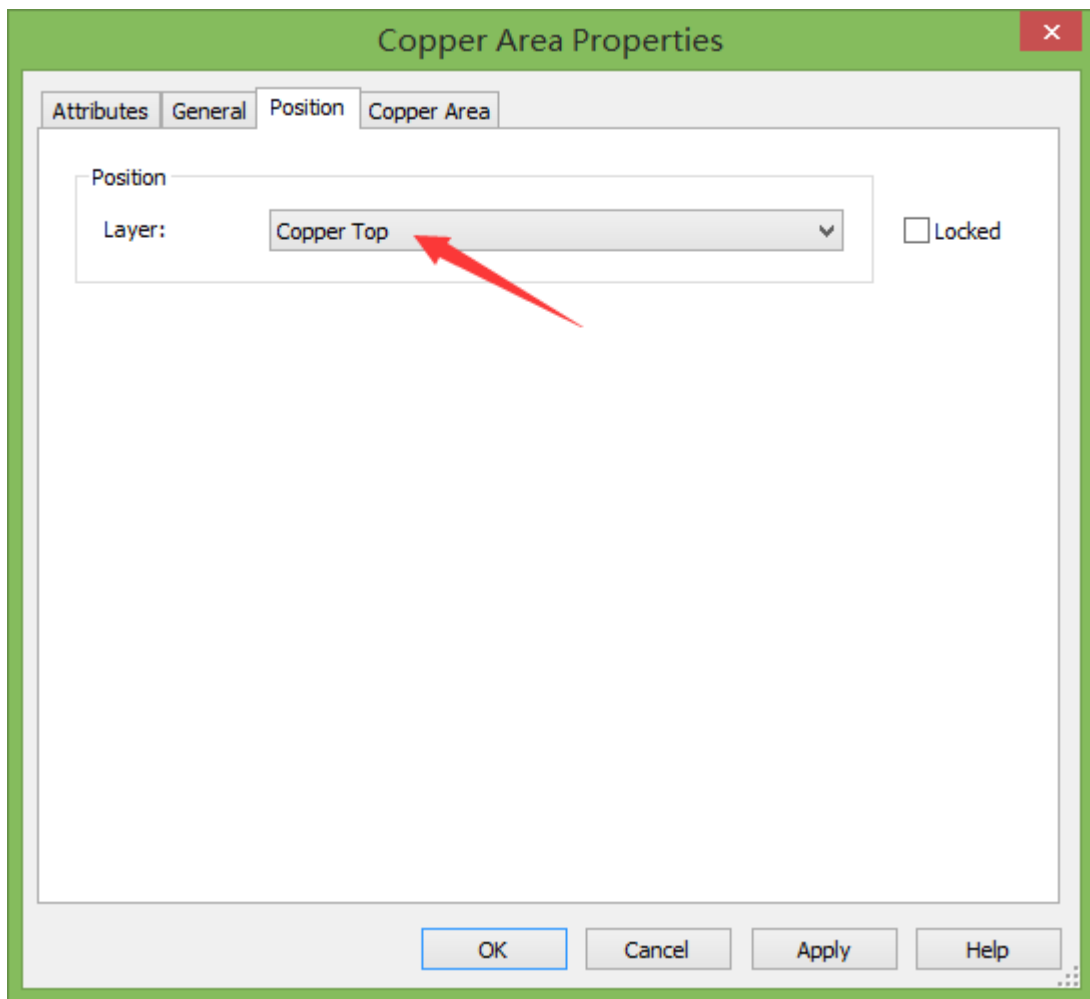

图 3.4-6 敷铜属性设置
5)、在弹出的敷铜属性对话框中选中 Position 选项卡，将 Position 中的 Layer 选择为 “Copper Top”，如图 3.4-6 所示。